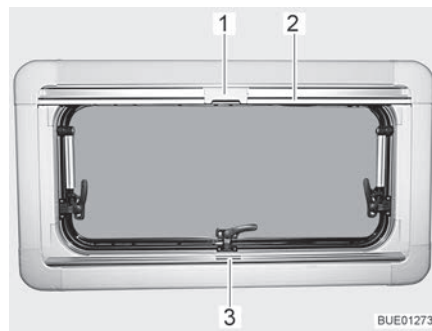
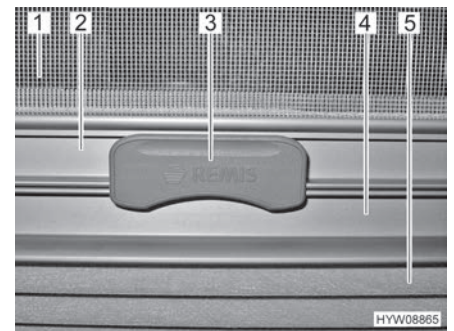

Bild 14 Ausstellfenster
Bild 15 Raste
Die faltverdunklung (Bild 15,5) befindet sich im unteren Rollokasten.
- faltverdunklung in der Mitte der Griffleiste (Bild 14,3 und Bild 15,4) fassen, von unten nach oben ziehen und auf der gewünschten Höhe loslassen. Die faltverdunklung bleibt in dieser Höhe stehen.
Das Insektenschutzrollo (Bild 15,1) befindet sich im oberen Rollokasten.
- Insektenschutzrollo an der Griffleiste (Bild 14,2 und Bild 15,2) nach unten ziehen, bis es an der Griffleiste der faltverdunklung (Bild 15,4) anstößt.
- Raste (Bild 14,1 und Bild 15,3) am Insektenschutzrollo mit der Griffleiste der faltverdunklung verriegeln. Wenn die Raste verriegelt ist, können faltverdunklung und Insektenschutzrollo gemeinsam verstellt werden.
- Raste (Bild 15,3) am Insektenschutzrollo oben drücken.
- Insektenschutzrollo an der Griffleiste (Bild 14,2) langsam zurückführen.